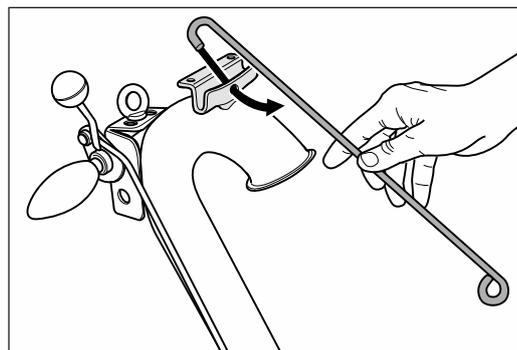

Abb. 9 Die Kabelstütze in die Halterung am Führungsrohr einhängen.
- 5 Montieren Sie die Kabelstütze in die Halterung an der Oberseite des Führungsröhrs (Abb. 9).